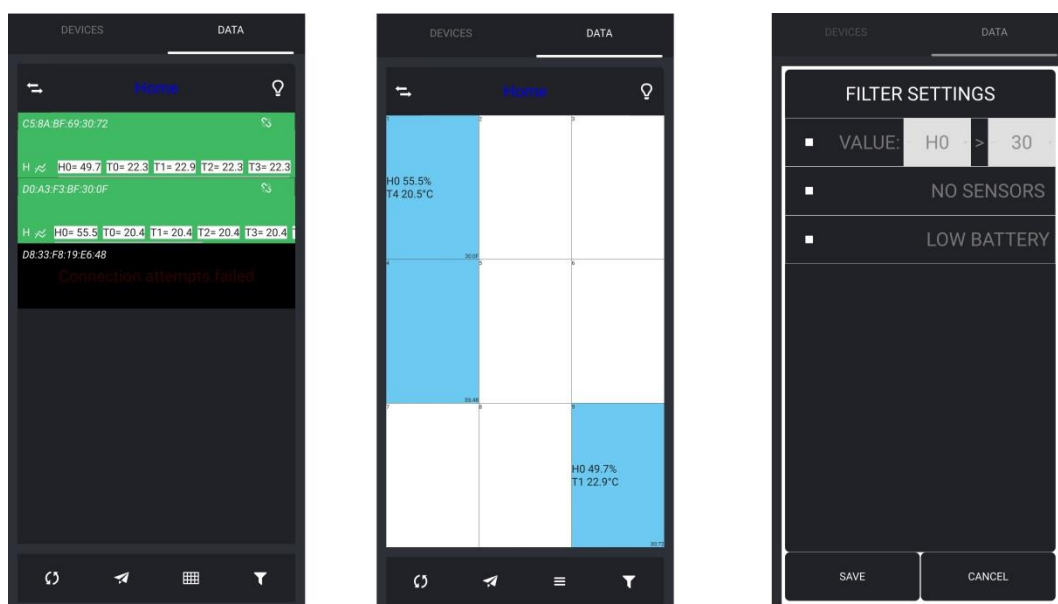

Рисунок 5
При нажатии на эту кнопку (6) происходит переключение на экран "DATA", содержащий телеметрическую информацию с ТШР. На Рисунке 3 приведено содержание данной экранной формы. Как отмечалось выше, если для текущей группы было настроено представление в виде сетки, то при отображении формы "DATA" автоматически включается сеточное представление данных (смотри Рисунок 5).